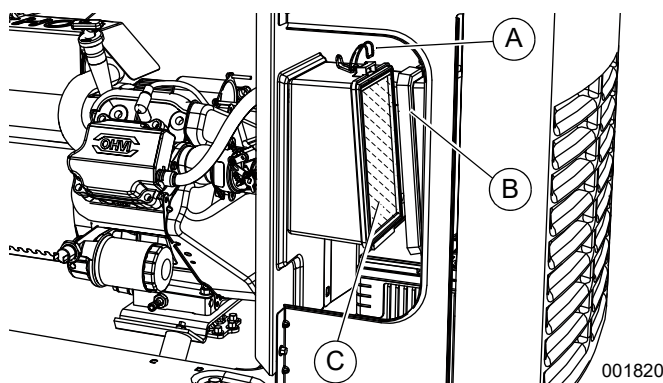
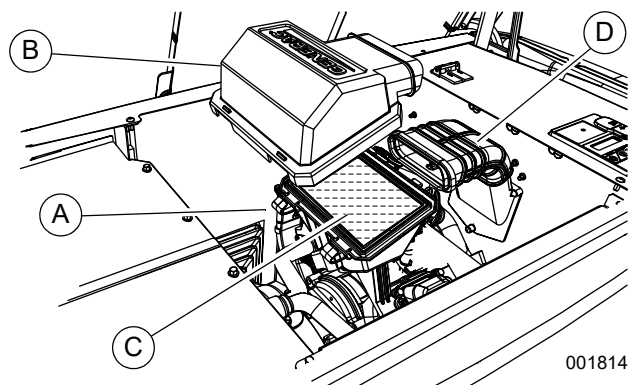

Figure 4-4. Entretien de l'épurateur d'air (10 kW)
Figure 4-5. Entretien de l'épurateur d'air (14 à 24 kW)
3. Voir **Figure 4-4** ou **Figure 4-5**. Retirer les clips (A) et le couvercle de filtre à air (B).